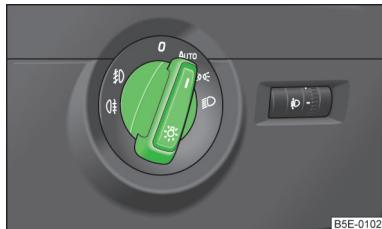

Fig. 30
- ✓ El conmutador de luces se encuentra en la posición **I** o **AUTO** » **fig. 30** de la página 61.
Si el conmutador de luces está en la posición **AUTO** » **fig. 30**, se conectan o desconectan automáticamente la luz de posición y de cruce, así como la luz de la matrícula.
- Gire el interruptor de luces a la posición **AUTO** » fig. 30 de la página 61.